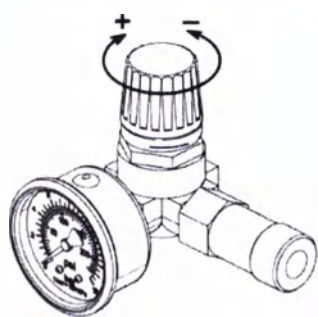

Рисунок 8
8.3.1 Настройка давления в подсоединенных исполнительных устройствах регулятором давления осуществляется следующим образом (рис. 8):